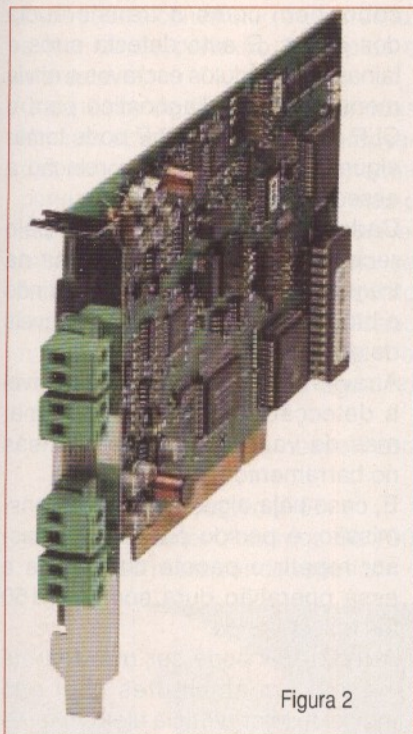

Figura 2
- Placas para PC como são os casos da Phoenix Contact (**figura 2**) e da Siemens;